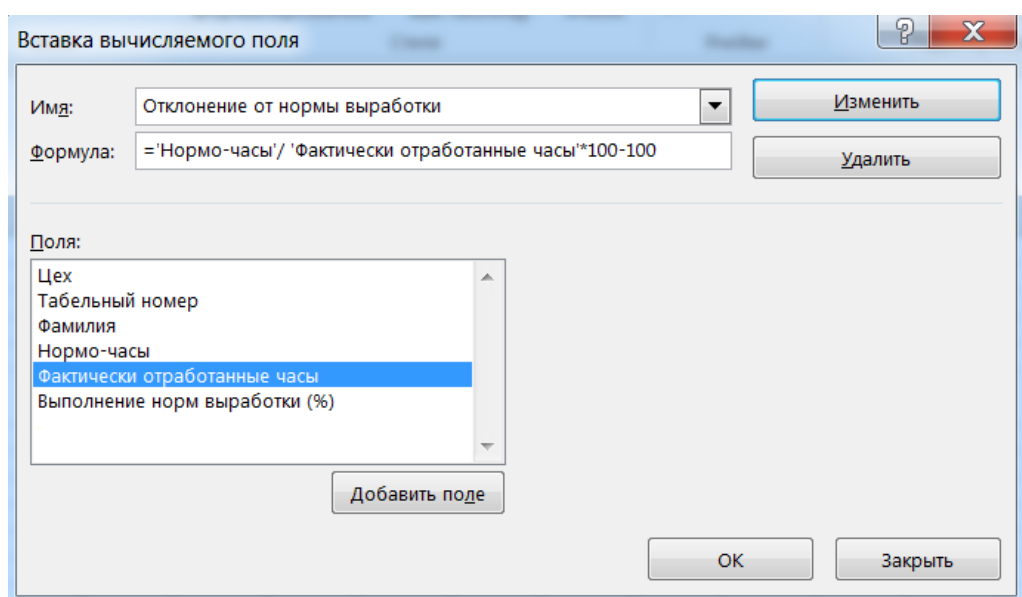

Рис. 6 Создание вычисляемого поля
1) Находясь в любой ячейке любого числового поля сводной таблицы выполнить команду Главная-Вставить-Вставить вычисляемое поле. Откроется диалоговое окно «Вставка вычисляемого поля», **рис. 6**.